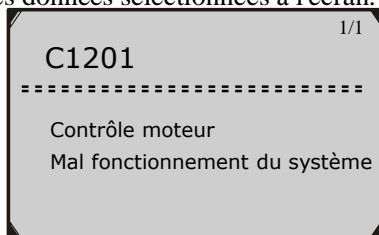

Figure 4.2
- 3) Réviser les données sélectionnées à l'écran. (Figure 4.2)